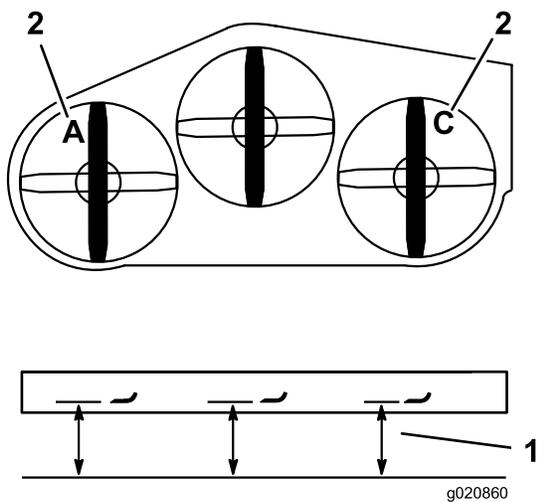

Figura 85
- Misurate la lama sinistra al punto **A** da una superficie piana fino al tagliente della punta della lama e annotate la misura rilevata (Figura 85).
- Misurate la lama destra al punto **C** da una superficie piana fino al tagliente della punta della lama e annotate la misura rilevata (Figura 85).
- Regolate i dadi di regolazione nelle forcelle, nei punti **A** e **C** per ottenere l'altezza corretta (Figura 85).
3. Misurate la lama destra al punto C da una superficie piana fino al tagliante della punta della lama e annotate la misura rilevata (Figura 85).